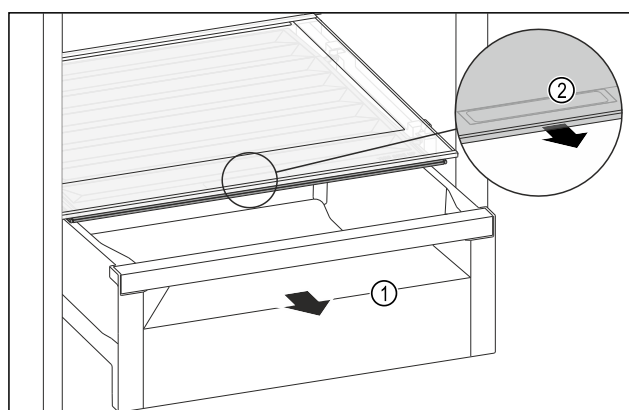

Fig. 124
- Retirer le tiroir Fig. 124 (1).
- Saisir la poignée encastrée Fig. 124 (2) du couvercle du compartiment et tirer le couvercle du compartiment par l'avant.